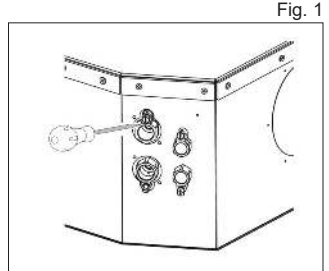

Fig. 1
- Agire (utilizzando un cacciavite) sulla sfiato della batteria (Fig.1);